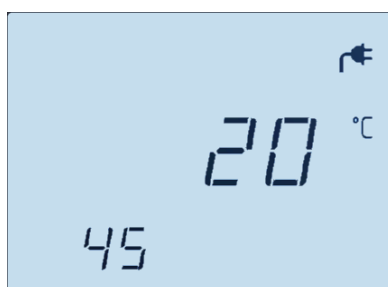

Рисунок 13. Цифровой индикатор Устройства в состоянии ожидания пуска
Нажать кнопку ON/OFF (7) пульта управления для активации Устройства. Устройство перейдет в *состояние ожидания пуска*: цифровой индикатор (1) отобразит текущее значение температуры воздуха в помещении (в единицах °C, рис. 13) в средней строке индикатора, и, влажности (в %, если подключен датчик влажности) в нижней строке.